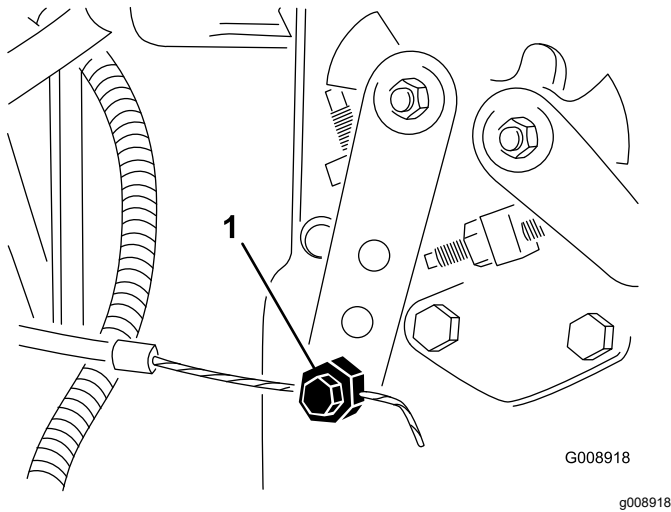

Bild 83
4. Lockern Sie den Anschluss des Bowdenzugs am Arm der Einspritzpumpe (Bild 83).